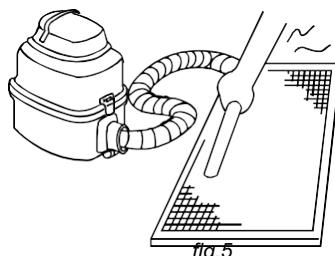

fig.5
- O lado da entrada de ar deve estar virado para cima quando se usa o aspirador. (Ver Fig. 5)